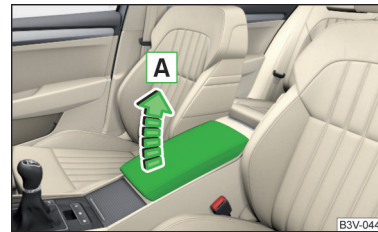

Abb. 73
- Zur **Höheneinstellung** die Armlehne in Pfeilrichtung **A** in eine der Raststellungen anheben » Abb. 73.